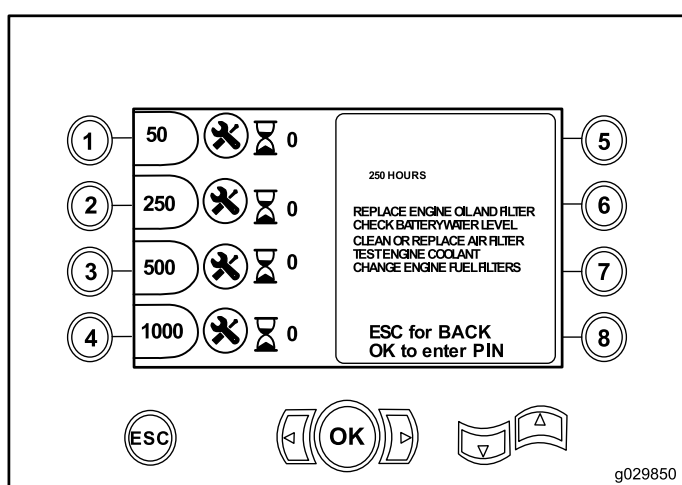

Figure 12
- Bouton 2 – calendrier d'entretien à 250 heures (Figure 12)